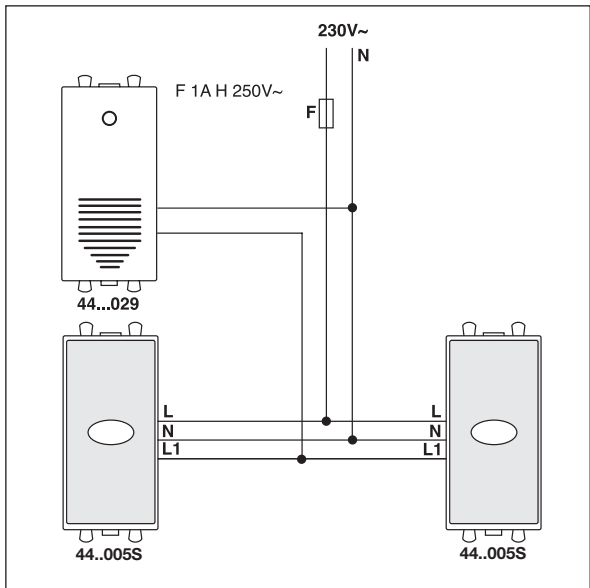

Fig. 5
- 44..005S for direct control of electromechanical ringers 44..029 or electromechanical buzzers 44..031 (figure 5).
- 442TC05 pour commande directe des sonneries électromécaniques code 44..029 ou des ronfleurs électromécaniques code 44..031 (figure 5).